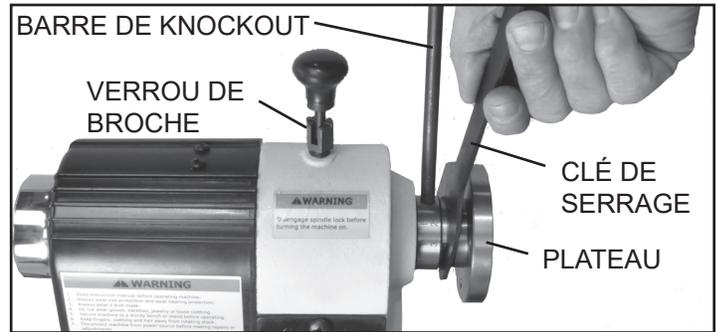

FIG. 10
2. Fixer le plateau en place sur la broche en utilisant la clé de serrage fournie. Utilisez l'extracteur d'outil dans un des trous du collier de la broche pour garder la broche stable au cours du serrage du plateau. FIG. 10.